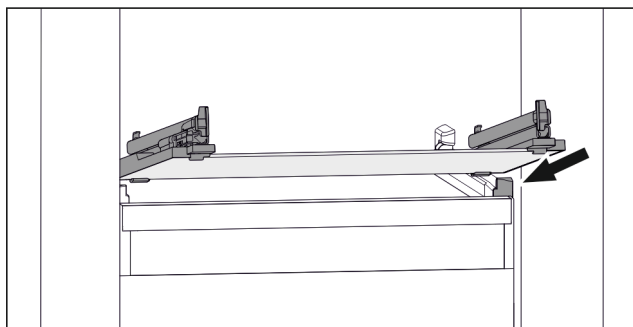

Fig. 51 Примерно изображение на стъклената плоча
- Поставете стъклената плоча под ъгъл зад ограничителите. (виж Fig. 51)